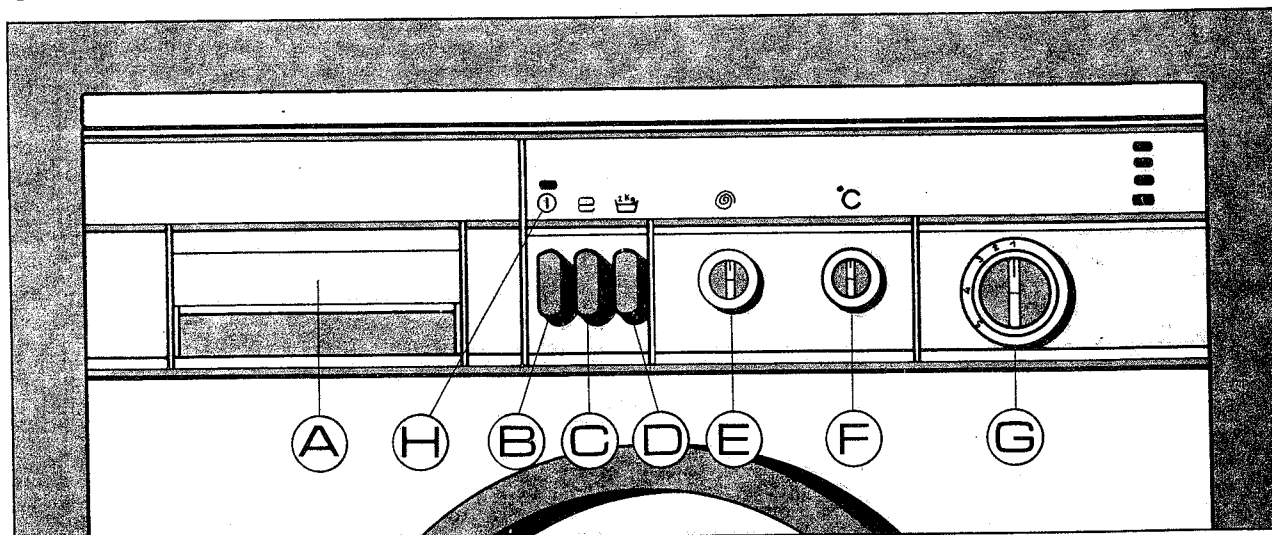
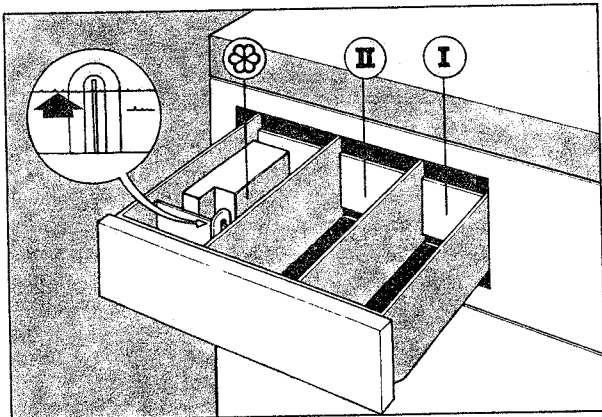

Abb. 6
Abb. 8
Bedienungsblende (Abb. 6)
- Auf der Programmtabelle ablesen, welches Programm gewählt werden muß. Anschließend das entsprechende Programm auf die Markierung oberhalb des Knopfes (C) einstellen. Den Knopf (C) nur rechts herum drehen.
- Die entsprechende Schleuderdrehzahl mit Knopf (E) (Abb. 6) vorwählen.
- Die entsprechende Temperatur mit dem Thermostatkopf (F) (Abb. 6) einstellen.
- Wenn nötig, kann der Knopf (E) auf die Position "Spül-stop" gestellt werden.
- Waschmittel und Nachbehandlungsmittel in die Behälter der Waschmittelschublade geben (Abb. 8).